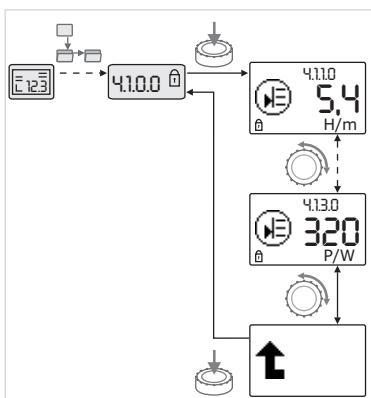

Fig. 40: Informationen abrufen
- Durch Drehen des Bedienknops Menüelemente des Typs „Information“ des aktuellen Untermenüs ansteuern (siehe Fig. 40). Erläuterung der durch Symbole repräsentierten Einstellungen siehe Tabelle in Kapitel 8.7 „Referenz Menüelemente“ auf Seite 42.